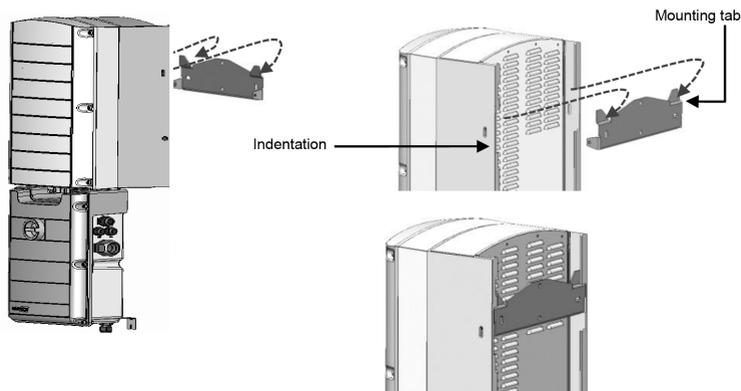

Figure 14: Suspension des unités
- Alignez les deux entailles présentes sur le boîtier avec les deux brides de montage triangulaires du support, et abaissez l'unité jusqu'à ce que celle-ci repose uniformément sur le support (voir la Figure 14).